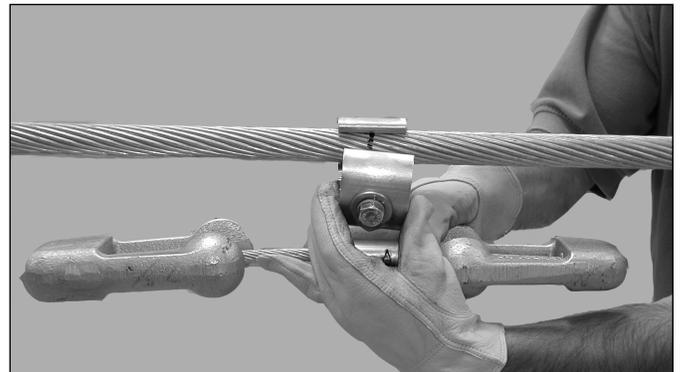

Figura 6: Centre el cuerpo del Amortiguador sobre la marca.
3.04 Enganche el Cuerpo del Amortiguador y céntralo sobre la marca de posicionado. Ver Figura 6.